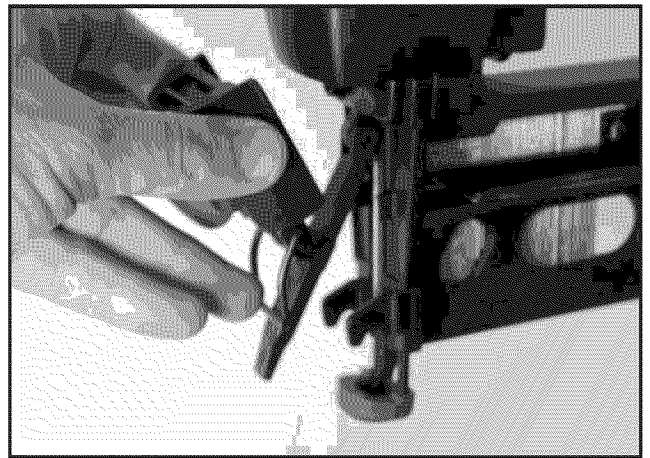

Figura 10- Liberación de un sujetador atorado
- Agarre la placa de la punta de los dos lados y jale hacia afuera para desencajar el pasador de la pestillo. Luego jale hacia arriba para girar la placa guía del sujetador del depósito alimentador (Ver la figura 10).